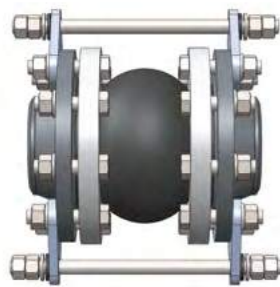

рис. 1
- стержни ограничивают компенсатор от чрезмерного растяжения – гайки и шайбы устанавливаются с наружной стороны кронштейна; (рис. 1)